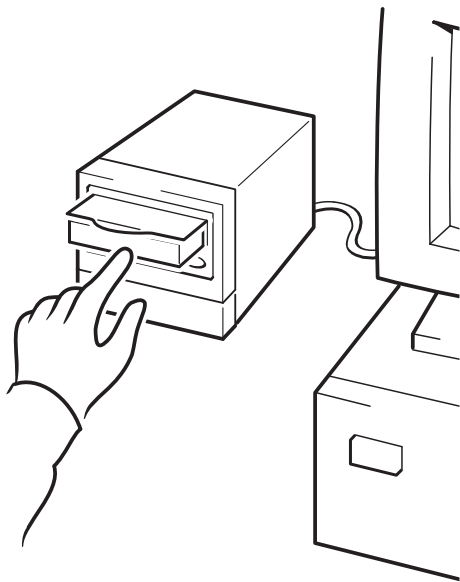

図 10a: HP OBDR の使用方法 :
- 1 最新のブート可能カートリッジをテープ・ドライブに挿入します (図 10a を参照)。カートリッジには、CD-ROM フォーマットでテープにデータを書込むバックアップ・アプリケーションを使用する必要があります。